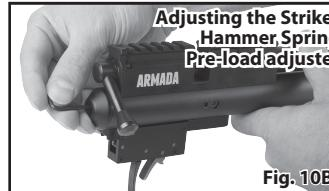

Fig. 10B
- Se puede acceder al percutor mediante el ajustador de la precarga del resorte del martillo con una llave Allen de 1/8" (Fig. 10B). Girar el percutor en sentido de las manecillas del reloj reducirá el recorrido del martillo y girarlo en sentido contrario al de las manecillas del reloj prolongará el recorrido. Una longitud mayor de recorrido rendirá una mayor energía del martillo, mientras que una longitud menor rendirá una menor energía del martillo. El percutor se puede ajustar hacia adentro por hasta 12 revoluciones.